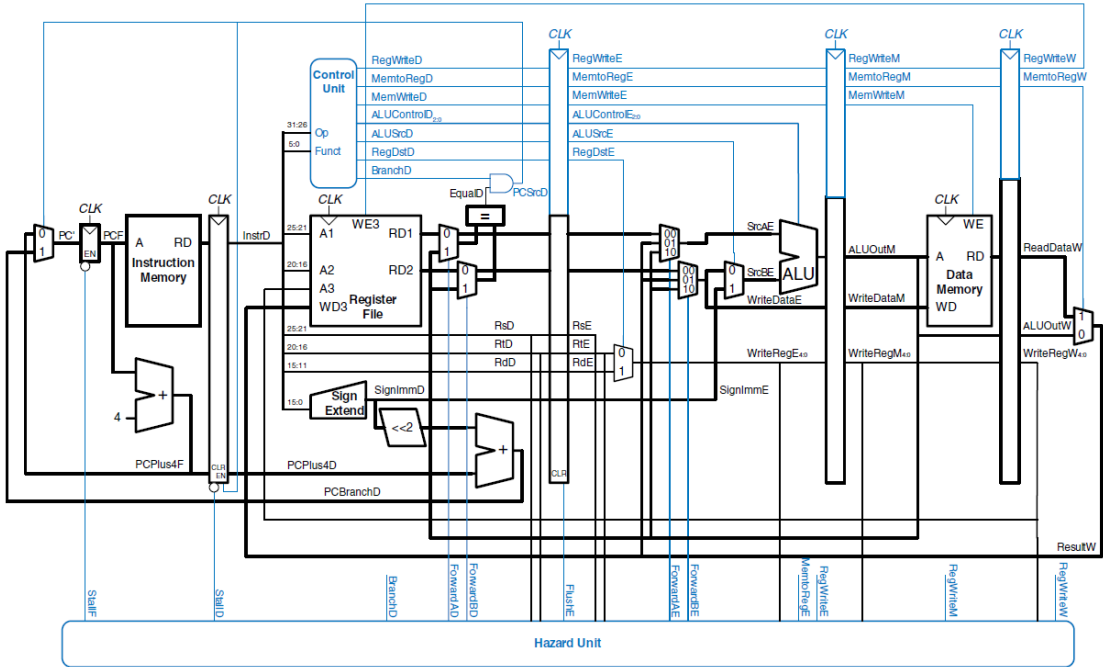

Figure 7.58 Pipelined processor with full hazard handling
4. 流水线顶层架构。如果你才有了集中式控制器，则我们建议参考《数字设计和计算机体系结构》中的图 7-58 作为流水线的顶层视图。